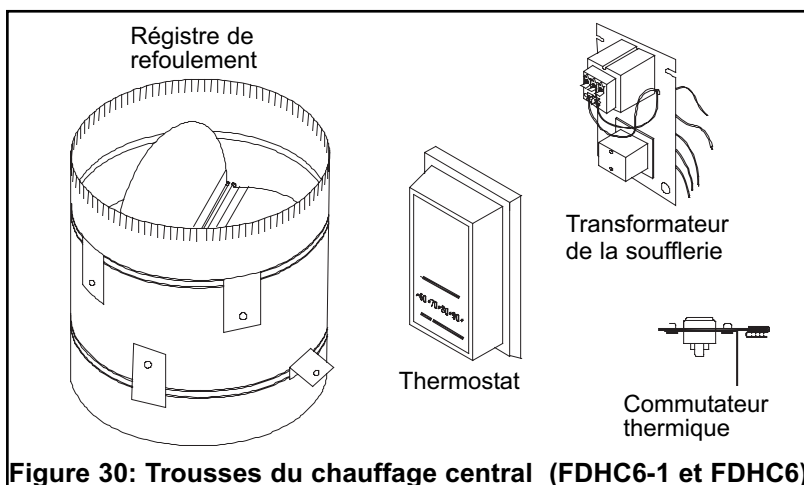

Figure 30: Trousses du chauffage central (FDHC6-1 et FDHC6)
3. Repliez les 4 pattes du hauts du registre de refoulement (voir Figure 30)